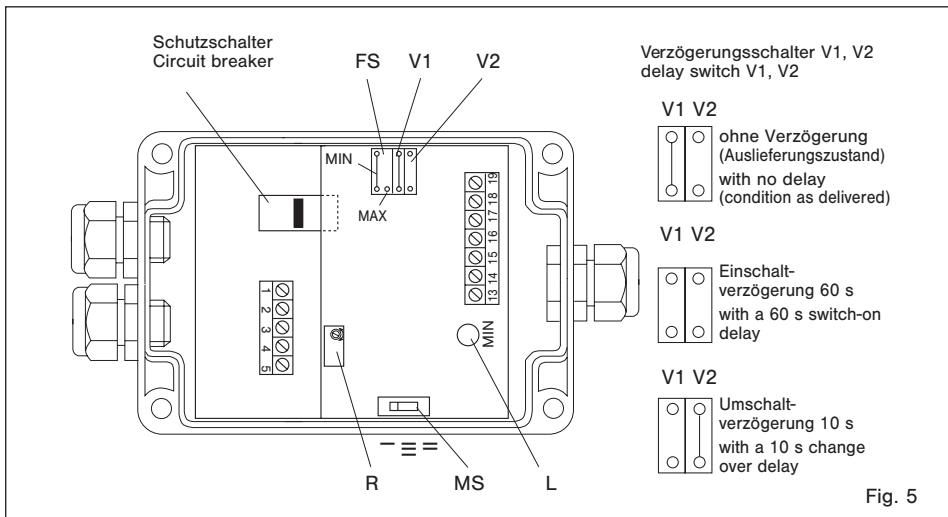

Fig. 5
2 Mediumschalter (MS) dem zu überwachenden Medium anpassen (siehe Fig. 5):
3 MIN- oder MAX-Funktion mit Funktionsschalter (FS) (siehe Fig. 5) wählen.
4 Um den Ansprechwert Strömung leichter einstellen zu können, Verzögerungsschalter (V1 und V2) (siehe Fig. 5) im Auslieferungszustand belassen (ohne Verzögerung → V1 geschlossen, V2 offen).
5 Die Duo-LED-Anzeige (L) auf der Auswertelektronik (siehe Fig. 5) zeigt die Position des Strömungsschaltpunktes an.
2 Set medium selector switch (MS) (see fig. 5) to:
3 Select either the MIN or MAX function by means of selector switch (FS) (see fig. 5).
4 To facilitate flow response setting leave the delay switches (V1 and V2) (see fig. 5) in the condition as delivered (with no delay → V1 closed, V2 open).
5 The dual colour LED (L) on the control unit (see fig. 5) indicates the position of the flow switch point.
6 Mit dem Potentiometer (R) (siehe Fig. 5) den Schaltpunkt auf den Wechsellpunkt zwischen GRÜN und ROT einstellen:
7 Falls notwendig, einstellbare Verzögerung mit Schalter V1 (Einschaltverzögerung) und V2 (Umschaltverzögerung) von grün nach rot wählen (siehe Fig. 5).
6 To adjust the switching point, turn the flow adjustment potentiometer screw (R) (see fig. 5) to the exact point the LED changes:
7 If required select the desired delay by means of switch (V1) for switch-on delay or switch (V2) for change over delay from green to red (see fig. 5).
Spannungsversorgung prüfen. Bei 24 V-Versorgung: Internen Schutzscharter prüfen, ggf. wieder einschalten (siehe Fig. 5).
Check power supply. At 24 V supply voltage: Check internal circuit breaker, reset if applicable (see fig. 5).